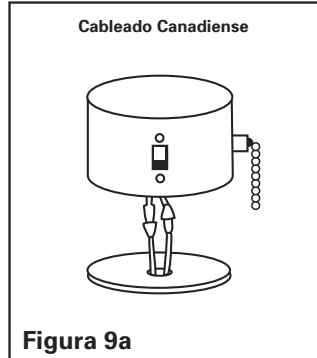

Figura 9a
5. NOTA: Para las especificaciones canadienses, por favor use el sistema de enchufe (Vea la figura 9a). Si está usando un ventilador con especificación UL, por favor corte los enchufes y haga el cableado usando conectores de cable incluidos con el ventilador
7. NOTA: Para las especificaciones canadienses, por favor use el sistema de enchufe (Vea la figura 9a). Si está usando un ventilador con especificación UL, por favor corte los enchufes y haga el cableado usando conectores de cable.